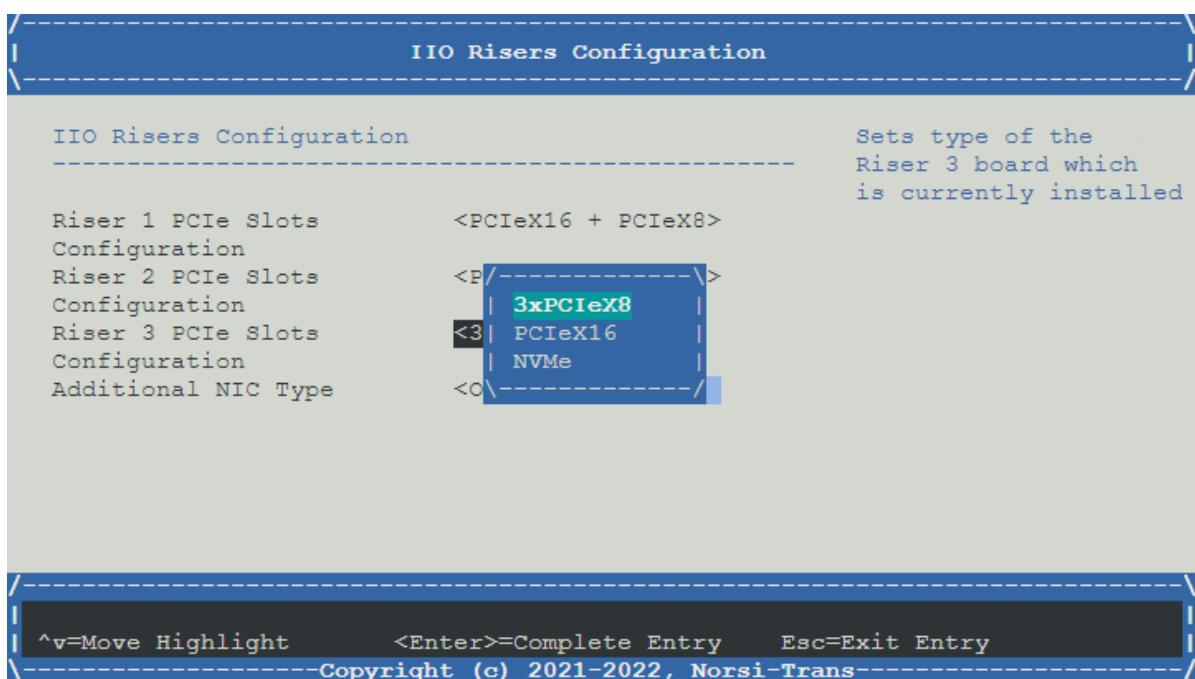

Рис. 68. Выбор типа PCIe-райзеров
3) Установите тип PCIe-райзеров согласно физическим. Окно показаны на рис. 68 Выбор типа PCIe-райзеров